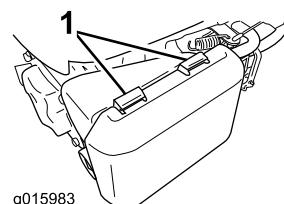

Figura 26
- Presione hacia abajo los cierres de la parte superior de la tapa del limpiador de aire (Figura 26).